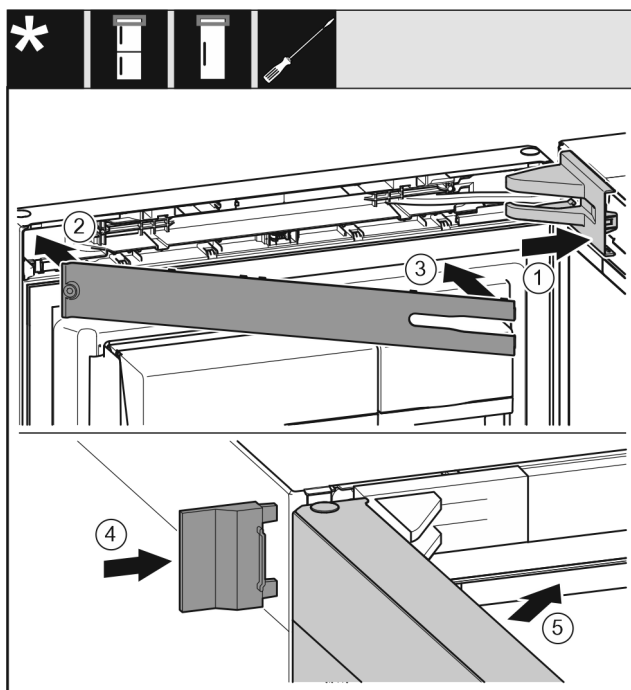

Fig. 22
- ▶ Поставете и фиксирайте капака на лагерната стойка, при нужда внимателно го натиснете настрани. *Fig. 22 (1)*
- ▶ Поставете капачката. *Fig. 22 (2)*
- ▶ Завъртете навътре капачката и я фиксирайте. *Fig. 22 (3)*
- ▶ Нахлузете външния капак. *Fig. 22 (4)*
- ▶ Затворете горната врата. *Fig. 22 (5)*